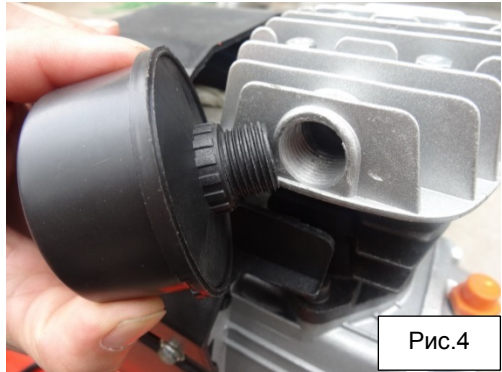

Рис.4
- Накрутите аккуратно фильтр (1, Рис.1), стараясь не сорвать резьбу (Рис.4).